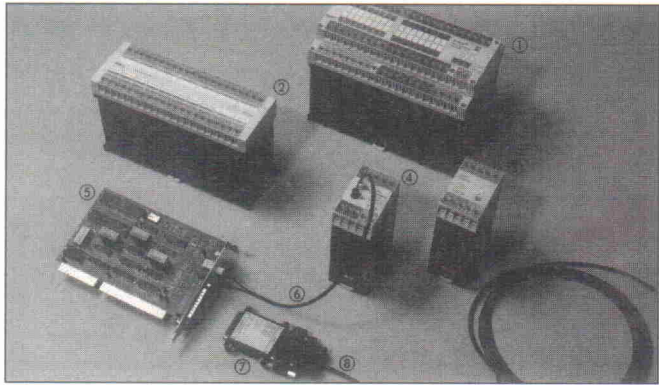

Abb. 1: iPRO-Interface
- Umsetzung des Datensignals auf TTY-Signale zur Ansteuerung von bis zu 6 iPRO-Interfaces oder iPRO-Countermodulen (Abb. 1, Abb. 3)